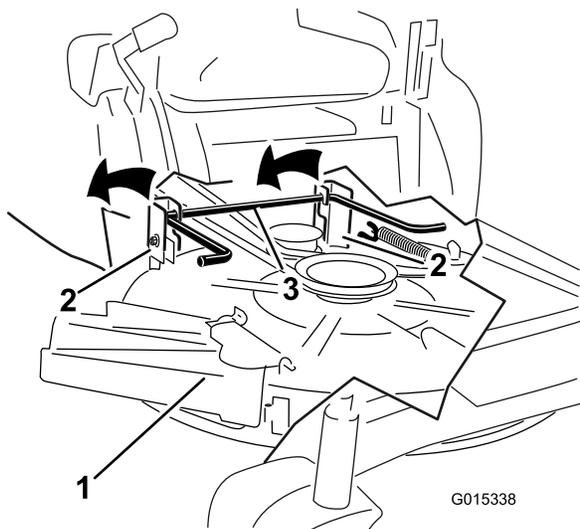

Figura 55
7. Alzate il tosaerba e i supporti di sostegno dall'asta di sollevamento posteriore e abbassate con cautela il tosaerba al suolo (Figura 55).
5. Alzate la parte posteriore del piatto di taglio e guidate i supporti di sospensione lungo l'asta di sollevamento posteriore (Figura 55).